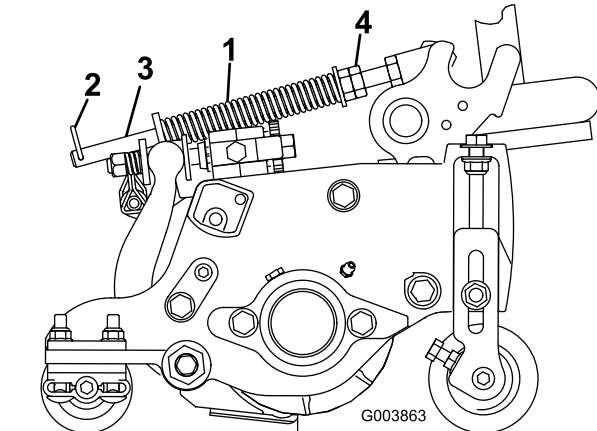

Figura 16
La molla di compensazione del manto erboso (Figura 16) trasferisce inoltre il peso dal rullo anteriore a quello posteriore, per contribuire a ridurre l'ondulazione del manto erboso, detta anche fluttuazione o bobbing.
1. Verificate che la coppiglia sia montata nel foro posteriore dell'asta della molla (Figura 16).
2. Serrate i dadi esagonali sulla parte anteriore dell'asta della molla fino a ridurre la lunghezza compressa della molla a 12,7 cm sugli apparati di taglio da 12,7 cm oppure a 15,9 cm sugli apparati da 17,8 cm (Figura 16).